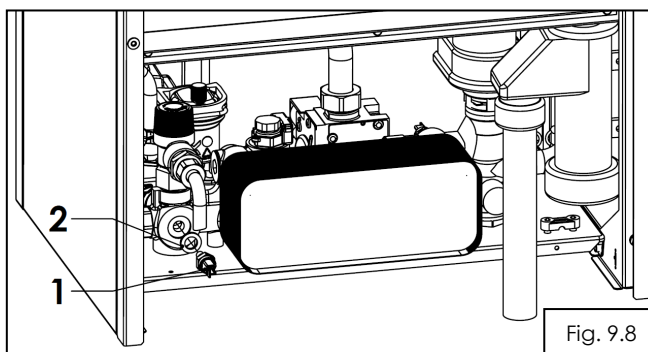

Fig. 9.8
Inlocuirea senzorului de pe retur termoficare (1) fig. 9.8 presupune urmatoarele operatii:
- se deconecteaza (1);
- se demonteaza senzorul (1) cu o cheie fixa de 14mm.
- Daca rezultatul verificarilor este pozitiv se inlocuieste senzorul de temperatura de pe returul circuitului de termoficare (vezi fig.9.8).